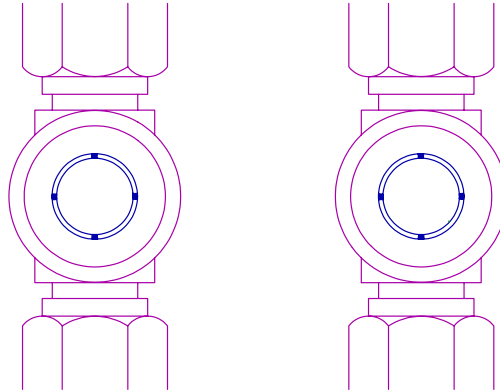

Fig.16
- Dejar entrar gas en el circuito hasta que desaparezcan las burbujas en el visor de líquido, situado a la salida del filtro deshidratador (fig.16).